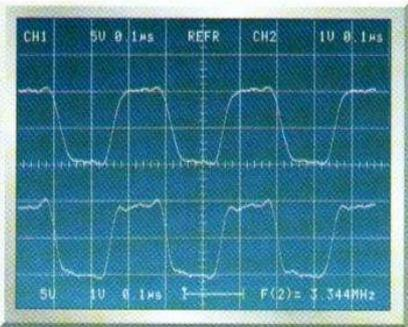

Figure 8 -
- figure 8: un signal carré à une fréquence de 3,344 MHz. La courbe du haut est le signal de sortie et la courbe du bas est le signal prélevé directement en sortie du MAX038. Comme on le voit, le signal de sortie de ce dernier n'est pas parfait, et l'amplificateur de puissance n'y apporte qu'une très légère dégradation, en grande partie due à la résistance de sortie de 50 ohms;